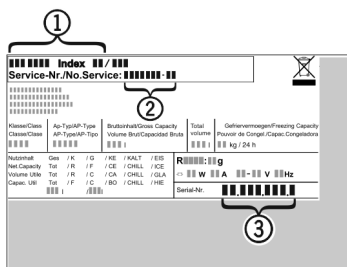

Fig. 13
- ▶ Relever la désignation de l'appareil Fig. 13 (1), le n° de service Fig. 13 (2) et le n° de série Fig. 13 (3) sur la plaquette signalétique. Cette plaquette se trouve sur la paroi intérieure gauche de l'appareil.
- ▶ Informer le S.A.V. et lui communiquer la panne, la désignation de l'appareil Fig. 13 (1), le n° de service Fig. 13 (2) et le n° de série Fig. 13 (3).